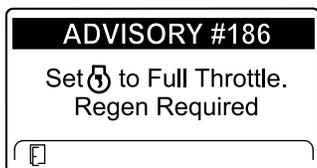

Figura 50
**Nota:** Si la temperatura de los gases de escape del motor es demasiado baja, el InfoCenter muestra el ADVISORY #186 (Aviso n.º 186) (Figura 50) para informarle de que ajuste el motor a velocidad máxima (ralentí alto).